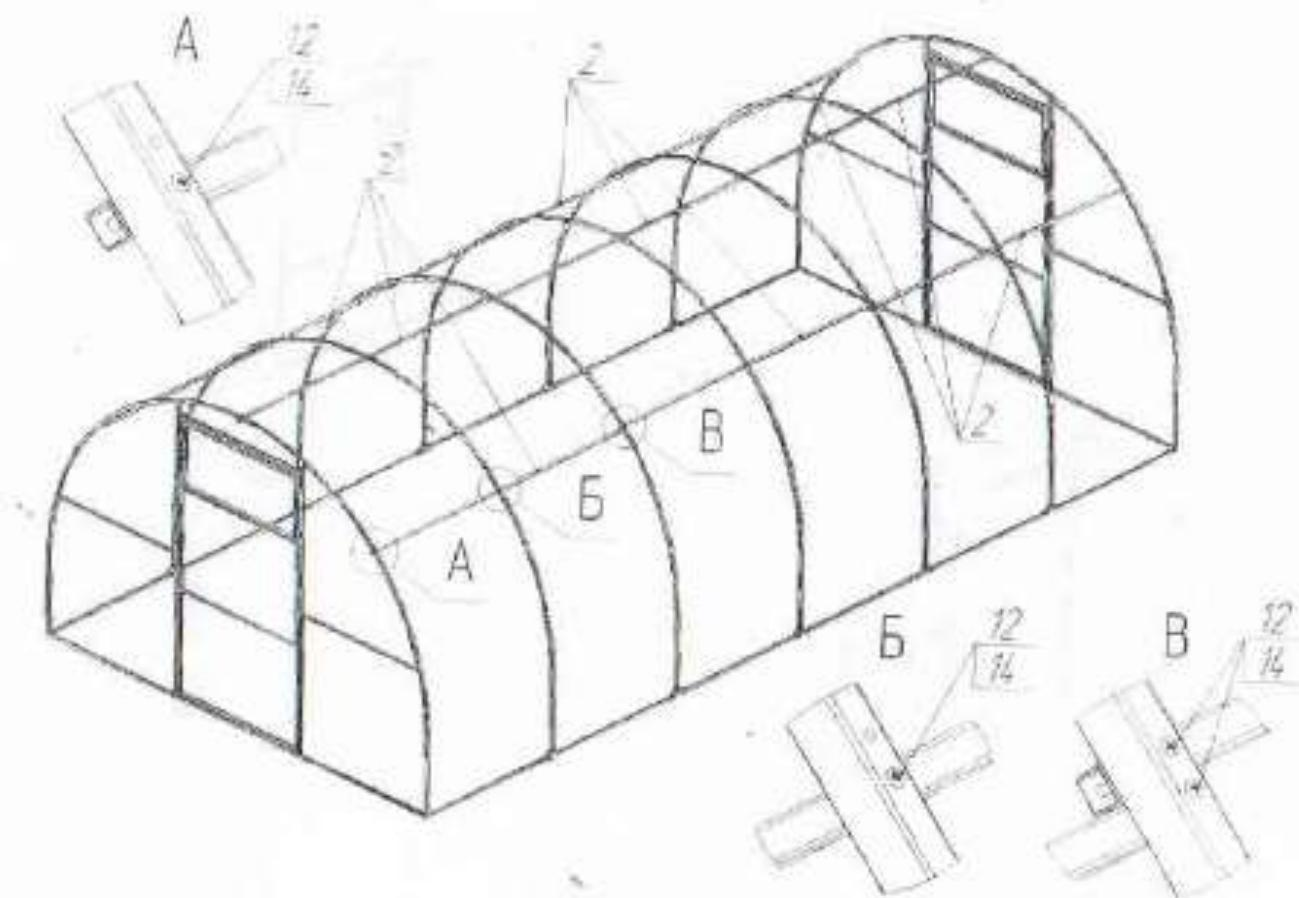

Рис. 6
6.6 Установите на каркас верхние стрингера 2 (рис. 6).